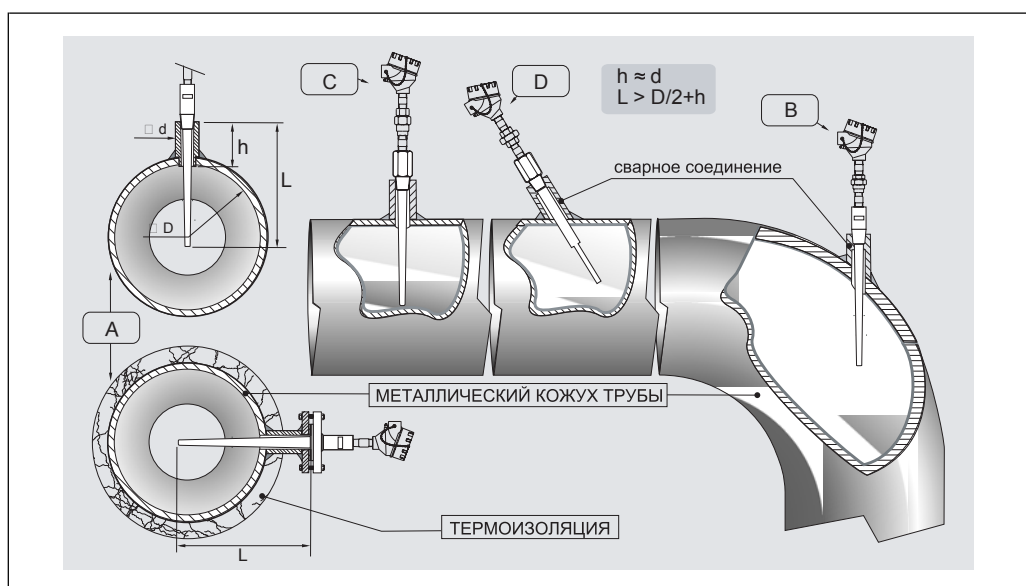

Рис. 3. Примеры монтажа.
Термометры Omnigrad S TR66 могут монтироваться на трубы или резервуары с помощью резьбовых или фланцевых штуцеров. Ответные детали для технологических штуцеров и уплотнителей, если они необходимы, не поставляются вместе с датчиком, и должны заказываться отдельно. При выборе глубины погружения должны учитываться все характеристики термометра и параметры измеряемой среды. Если глубина слишком мала, может возникнуть ошибка ввиду пониженной температуры текучей среды вблизи стенок и теплопередачи по стержню датчика. Этими ошибками нельзя пренебречь, если разность между температурой среды и окружающей температурой значительна. Для предотвращения ошибок такого рода рекомендуется использовать термокарманы малого диаметра и глубину погружения (L) не менее $100 \div 150$ мм. В случае труб малого диаметра необходимо, чтобы наконечник зонда доходил до оси трубы и, предпочтительно, слегка выходил за нее (см. рис. 3А-3С). Изоляция внешней части датчика снижает эффекты вследствие малой глубины погружения. В качестве альтернативы можно использовать наклонное крепление термометра (см. рис. 3В-3D).